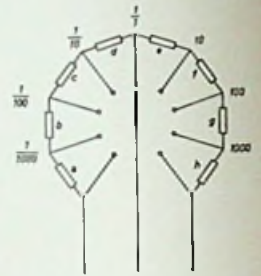

Fig. 5
Fig. 5 is een negenstandenschakelaar waarbij een schaalverdeling is aangebracht, liefst in ronde getallen.
Tenzij de weerstandsschakelaar van fig. 5 een verhouding moet aangeven, mogen we de verhouding van vgl. (11) aannemen en schrijven: $b = 900 a = 101$. Substitutie van deze waarden in (2) geeft: